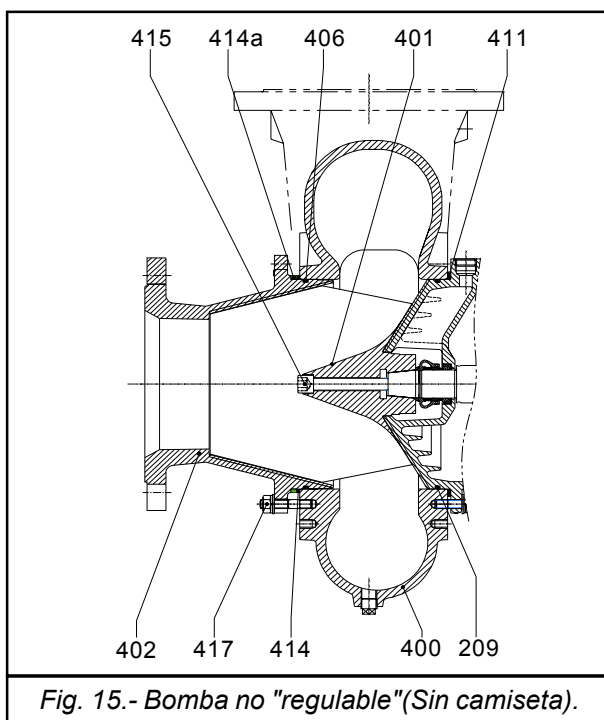

Fig. 15.- Bomba no "regulable" (Sin camiseta).
b) Bombas sin camiseta de desgaste. Ver Fig. 15